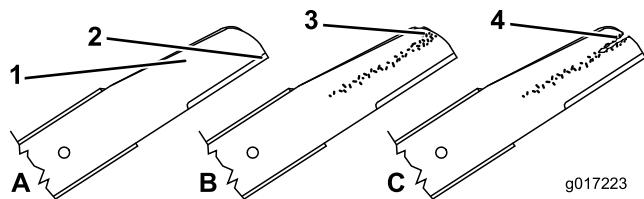

Figure 41
- Examinez le tranchant des lames (Figure 41). Si elles ne sont pas tranchantes ou présentent des indentations, déposez les lames et affûtez-les ou remplacez-les.
- Inspectez les lames, surtout la partie relevée (Figure 41).
Remarque: Remplacez immédiatement toute lame endommagée, usée ou qui présente une entaille (Figure 41).